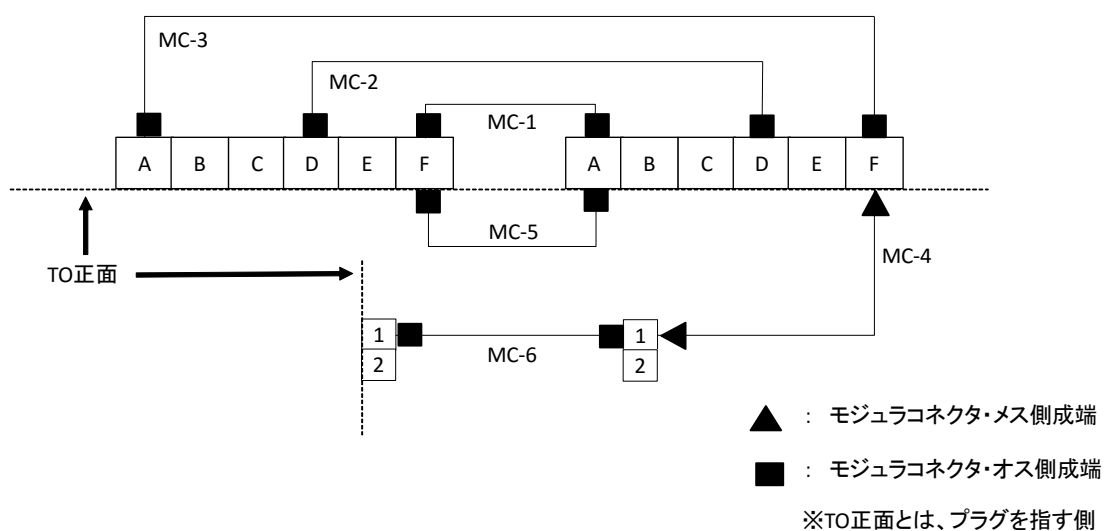

図 5 配線図
※図 4、図 5 は当日公開される図により作業を行うこと。モジュラコネクタの配置、ケーブルの種類、接続位置などが変更される場合があるので注意すること。
- ・ TO の配置・配線は図 4、図 5 に従って行う。